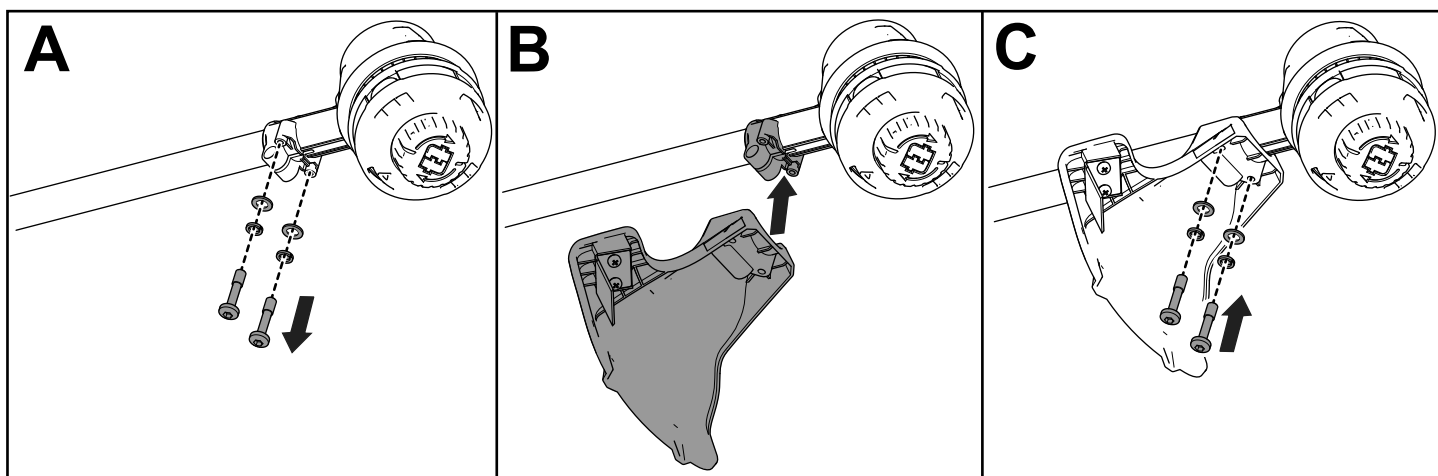

Figure 6
1. À l'aide de la clé Allen fournie, retirez les 2 vis à tête creuse, les 2 rondelles et les 2 entretoises de la base de la débroussailleuse (A de la Figure 6).
2. Placez le déflecteur sur la base de la débroussailleuse (B de la Figure 6).